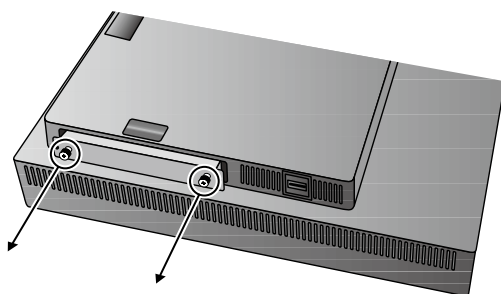

图 G.3
4. 使用指形螺丝拉出 HDMI 和 DisplayPort 输入卡 (图 G.3)。